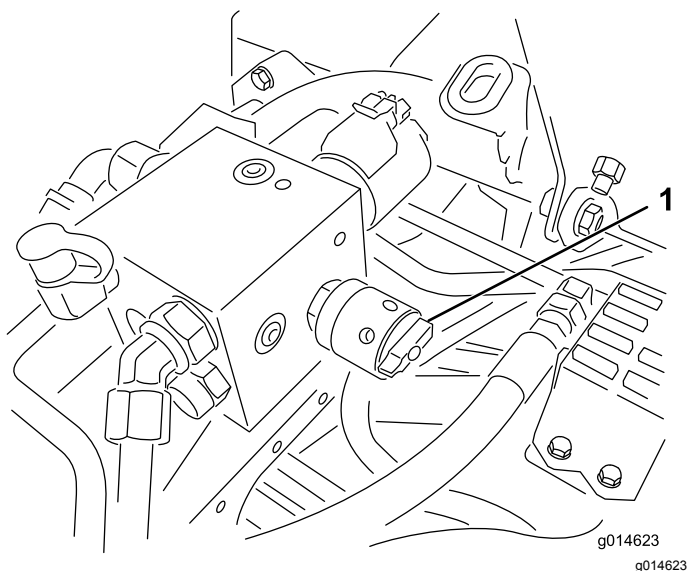

Figura 50
4. Ajuste la velocidad de los molinetes girando el pomo (Figura 50) hasta que las flechas estén alineadas con el número determinado en el paso 3.